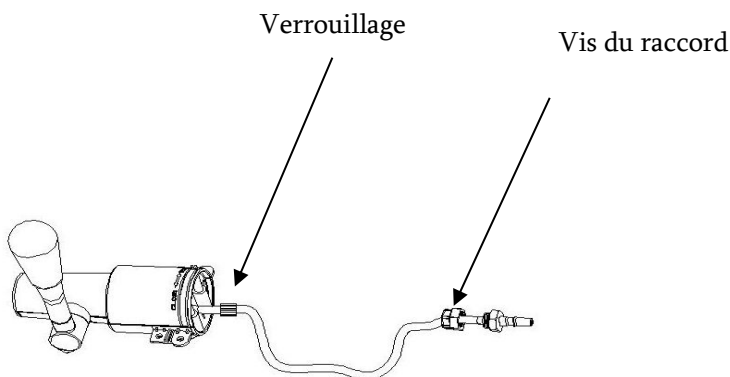

Figure 33
B. REMPLACEMENT DU TUBE À BIÈRE (voir figure 33)